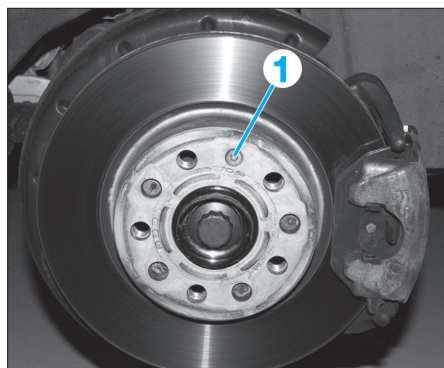

Fig. 8
- la vis de fixation (1) du disque (Fig.8),